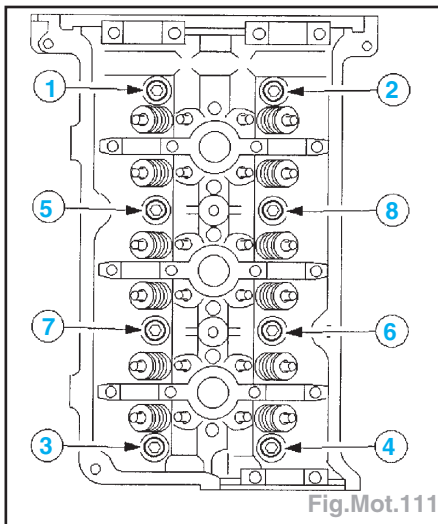

Fig.Mot.111
- Déposer les vis de culasse dans l'ordre indiqué (Fig.Mot.111).